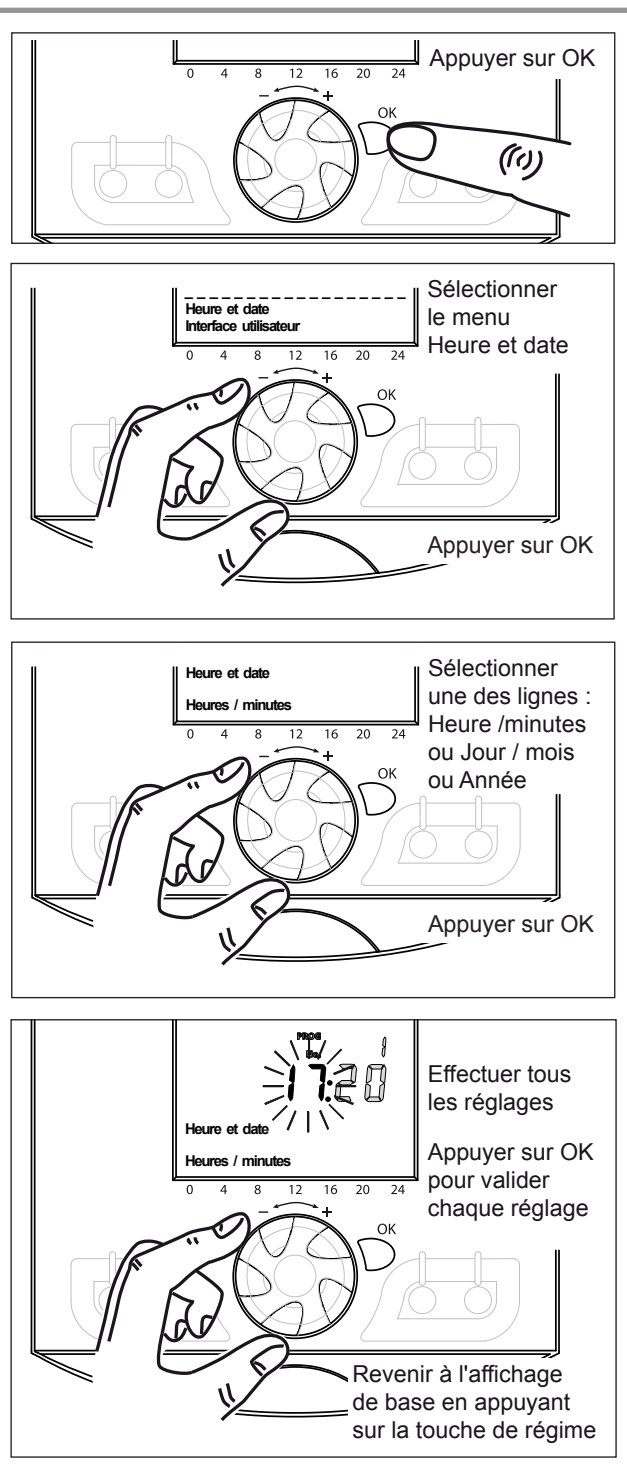

figure 58 - Réglage de l'heure et de la date
- Régler l'heure et la date en cours (*figure 58*).